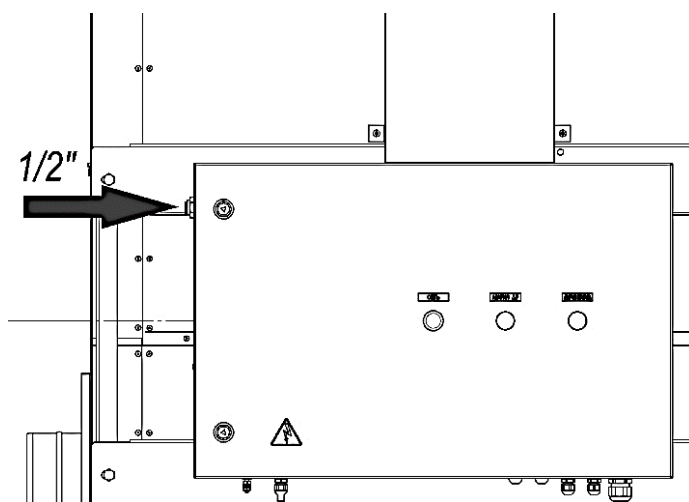

Рисунок 10
5.2.1 Фильтр подключается к системе сжатого воздуха предприятия через быстроразъёмное соединение, установленное на боковой стенке шкафа управления (рисунок 10). Для подключения необходимо подвести к ШУ шланг диаметром 12 мм и подсоединить его к быстроразъёмному соединению.